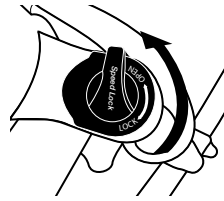

Figure 19.
• Pour déverrouiller la fourche suspendue, tournez la molette de réglage dans le sens indiqué par la flèche avec l'inscription « OPEN » jusqu'à la butée (Figure 19).